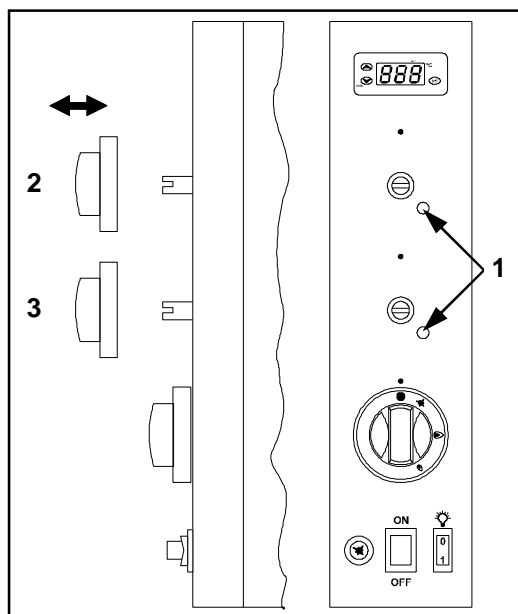

Abb. 10 (Minimum-Regulierung der Ober- und Unterhitze)
- Den entsprechenden Knebel des Brenners abziehen (Abb. 10 – 2/3).
- Die Stellschraube (Abb. 10 – 1) um 2/3 Umdrehungen herausdrehen und den Knebel wieder anbringen.